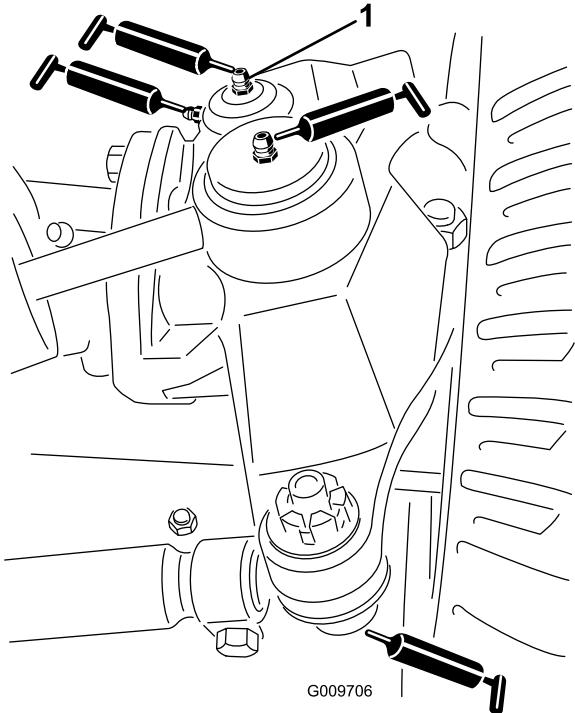

Bild 50
- Lenkzylinder-Kugelgelenke (2) (Bild 50)
- Spurstangen-Kugelgelenke (2) (Bild 50)
- Achsschenkelbolzen (2) (Bild 50) **Fetten Sie die obere Armatur am Achsschenkelbolzen nur einmal jährlich (2 Pumpen).**